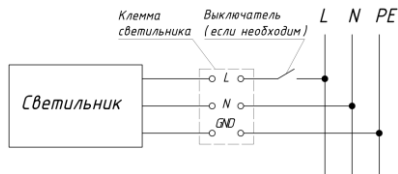

Рисунок 5 — Схема подключения светильника.
5.5. Подключите питание светильника при помощи клеммы, обеспечивающей надежное электрическое соединение. Кабель светильника заранее выведен из корпуса через кабельный уплотнитель. При этом необходимо соблюдать полярность соединения проводов: коричневый — фазный проводник, синий — нейтральный проводник, зеленый/желтый — защитный проводник («земля»). Убедитесь в правильности и надежности соединения. Провода не должны быть в натяжении. Установите светильник Geniled на монтируемое место (Рисунок 5). Следите за тем, чтобы кабель не оказался зажат между элементами конструкции потолка и светильника. Убедитесь, что светильник надежно закреплен на потолке.